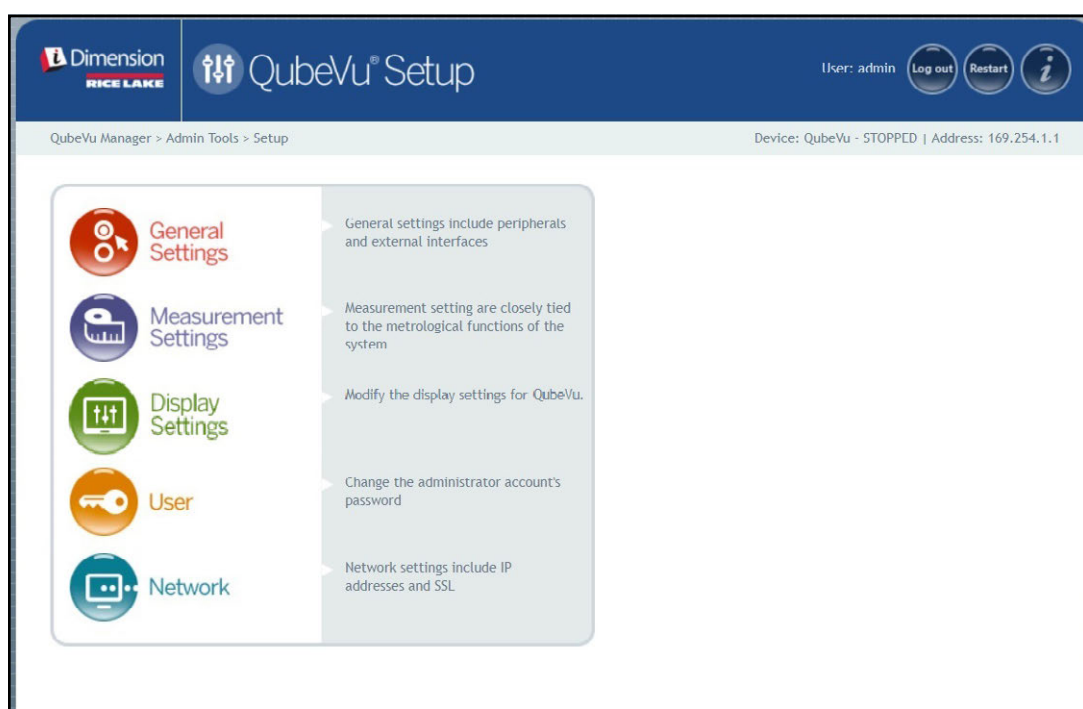

Figura 5-1. Menú Setup
- Seleccione  **General Settings** en el menú **Setup** (Puesta en servicio) (Figura 5-1 en la página 23). Aparecerá el menú **General Settings** (Ajustes generales).
- Seleccione  **Measurement Settings** en el menú **Setup** (Puesta en servicio) (Figura 5-1 en la página 23). Aparecerá el menú **Measurement Settings** (Ajustes de medición).